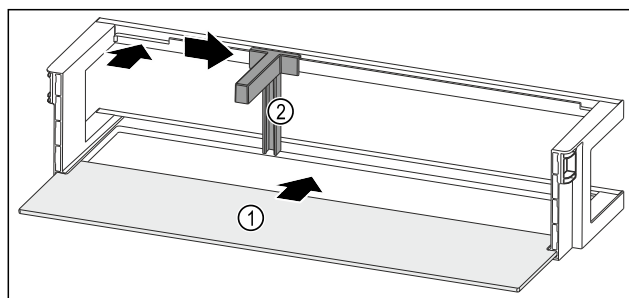

Fig. 67 Polica u vratima s policom za odlaganje
- Umetnite policu Fig. 67 (1) u bočna udubljenja.
- Držač za boce Fig. 67 (2) umetnite u otvor.
- Držač za boce Fig. 67 (2) pogurnite u željeni položaj na stranu.